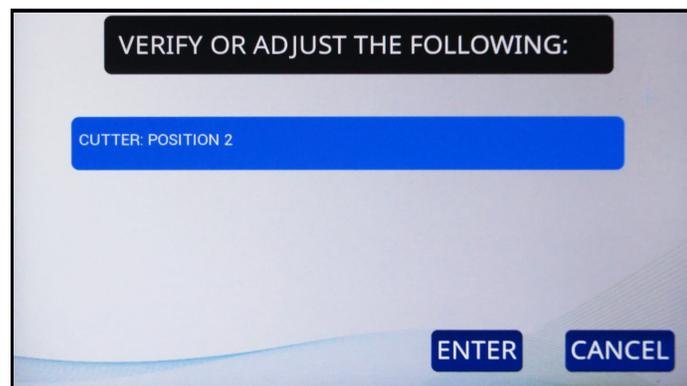

Abbildung 5-9: Überprüfungs Bildschirm
2. Drücken Sie auf dem Hauptbildschirm auf **RUN (BETRIEB)**. Der OM606 fordert Sie auf, die Position der Fräsvorrichtung zu überprüfen oder anzupassen (Abbildung 5-9). Für den Standardauftrag sollte die Fräsvorrichtung auf Position 2 eingestellt werden.